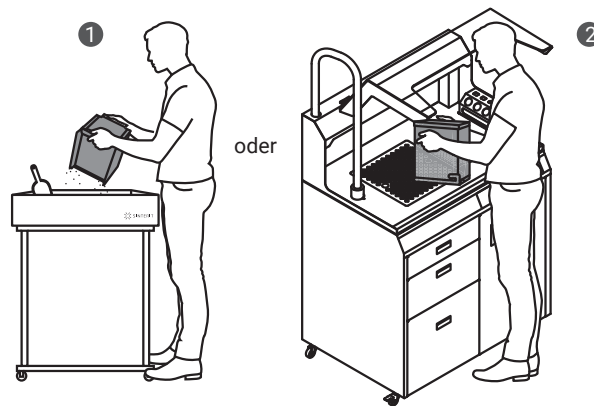

Abb. 3.4 Transfer der IO BOX auf das klappbare Tablett **1** oder auf die Multi PHS-Arbeitsfläche **2** zur Reinigung des Printouts.
- 10. Trage die IO BOX und ihren Inhalt auf das klappbare Tablett der Dedicated Powder Tools **1** oder auf die Multi PHS Arbeitsfläche (Powder Handling Station) **2** (Abb. 3.4).